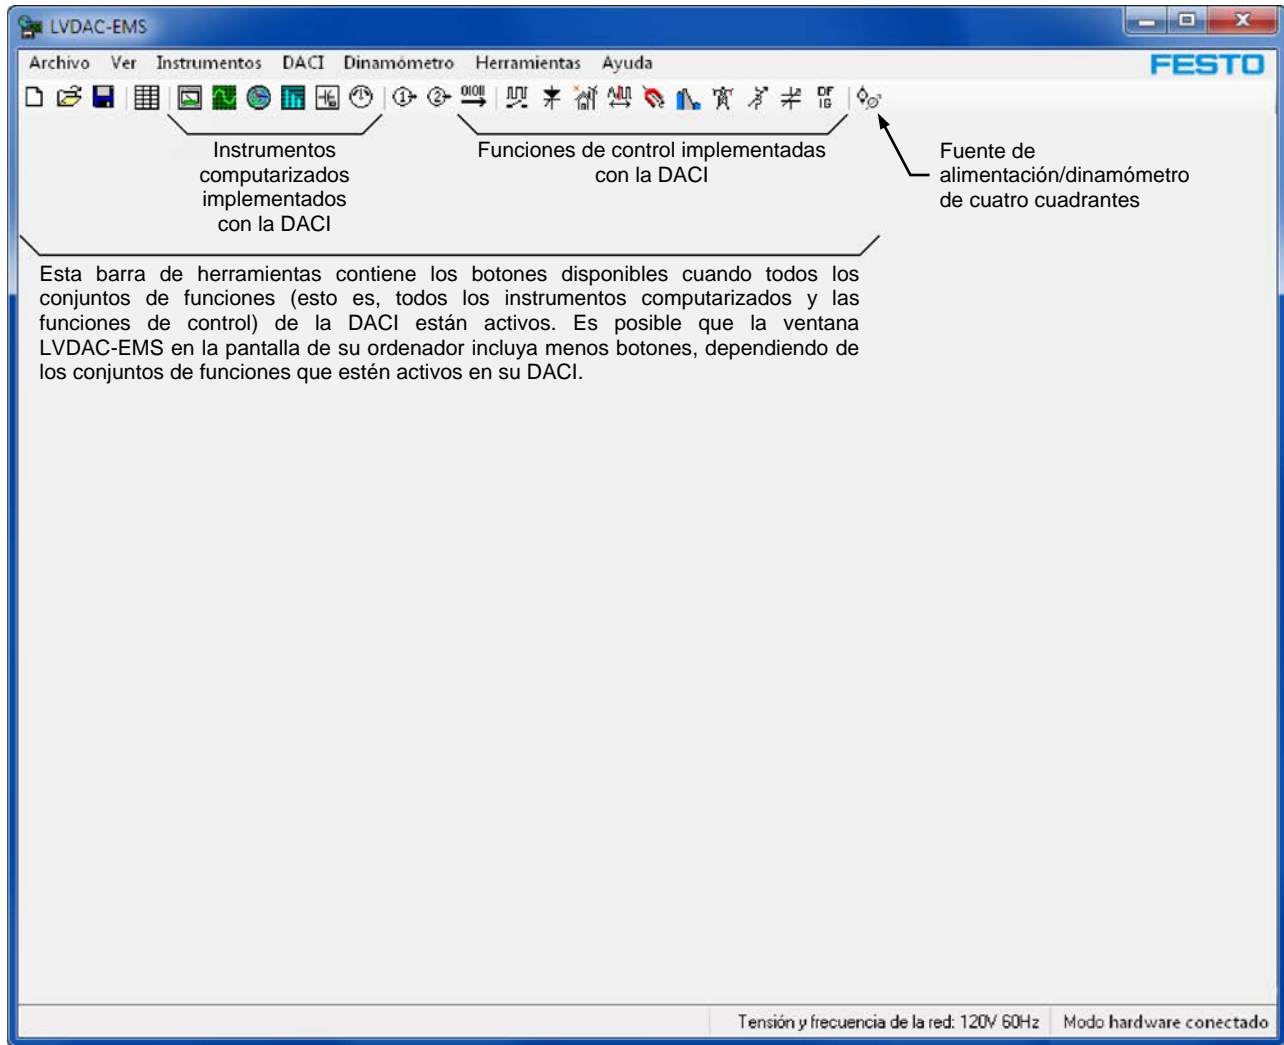

Figura 5. Ventana principal del software **LVDAC-EMS**.
9. En la ventana **Arranque de LVDAC-EMS**, seleccione la tensión y la frecuencia de la red, correspondientes a la tensión y la frecuencia de la red de alimentación ca local y luego haga clic en el botón **Aceptar**. Al hacer esto, se cierra la ventana **Arranque de LVDAC-EMS** y aparece la ventana principal de **LVDAC-EMS** (figura 5).
10. La figura 5 muestra la ventana principal de **LVDAC-EMS**. La indicación "Modo hardware conectado" en la esquina inferior derecha de esta ventana significa que es correcta la conexión de **LVDAC-EMS** con la **DACI** y con el **Controlador de dinamómetro y fuente de alimentación de cuatro cuadrantes**. La barra de herramientas permite la selección rápida de un instrumento o de una función de control implementados con la **DACI**, o abrir el **Dinamómetro/Fuente de alimentación de cuatro cuadrantes**, lo que permite acceder a las funciones que se implementan con el **Controlador de dinamómetro y fuente de alimentación de cuatro cuadrantes**.